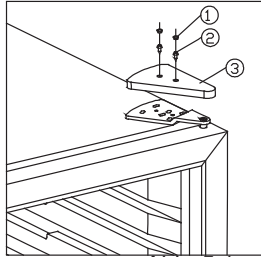
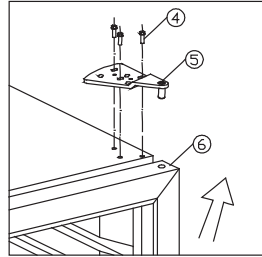
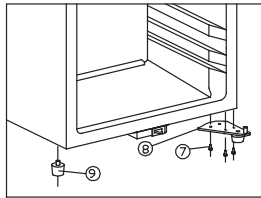
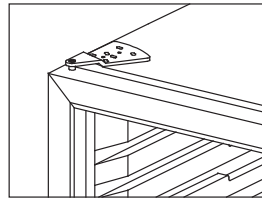

Abb. 5.1
Abb. 5.2
Abb. 5.3
Abb. 5.4
- Die Gummipropfen (1) abmontieren. Siehe Abb. 5.1
- Die Schrauben (2) und die Scharnierabdeckung (3) entfernen
- Die 3 Schrauben (4), die das obere Scharnier festhält, abmontieren und das obere Scharnier abheben (5) **TÜR UNTERSTÜTZEN!** Siehe Abb. 5.2
- Die Tür (6) abheben und den Schrank auf den Rücken legen
- Die 3 Schrauben (7), die das untere Scharnier festhält (8). Siehe Abb. 5.3
- Den Gehäusefuß (9) vom Schrank abmontieren und auf der entgegengesetzten Seite wieder montieren
- Das untere Scharnier auf der linken Seite mit den 3 Schrauben montieren (7)
- Oberes Scharnier, Scharnierabdeckung und Gummipropfen montieren. Siehe Abb. 5.4.